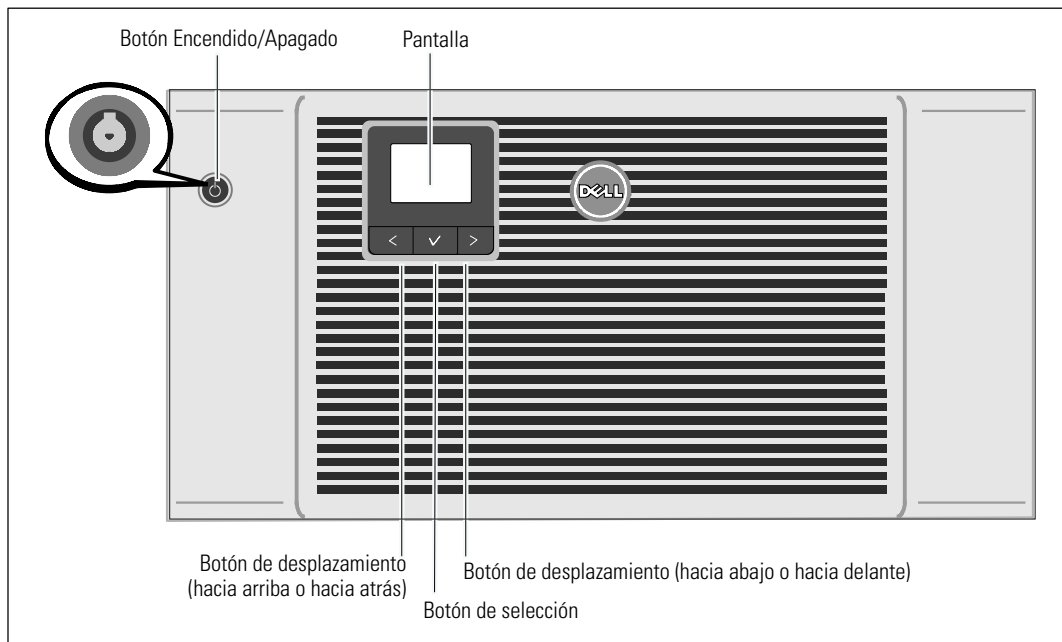

Figura 23. Arranque del UPS
- 5 Presione el botón Encendido/ Apagado (On/Off)  en el panel delantero del UPS (véase Figura 23).